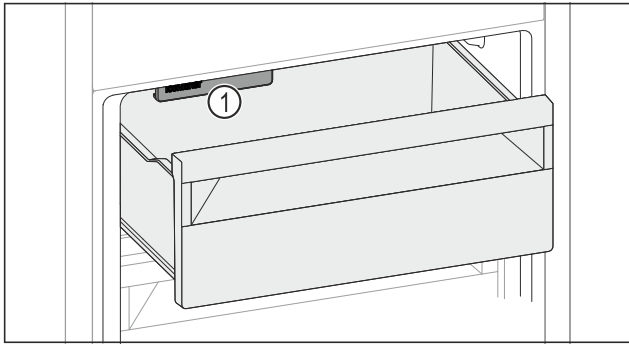

Fig. 160
- ▶ Учитывайте IceMaker Fig. 160 (1).